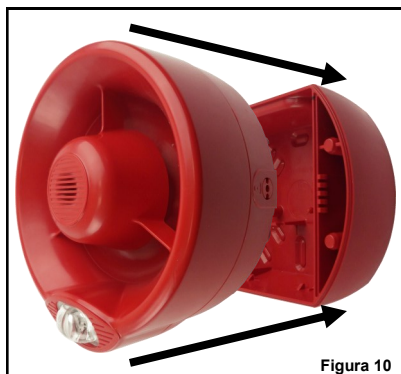

Figura 10
- 1) Montare il corpo della sirena alla base esercitando una leggera pressione (figura 10).